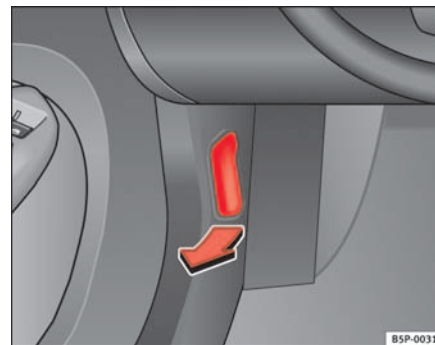

Fig. 158 Detalle de la zona reposapiés del lado del conductor: palanca para el desbloqueo del capó del motor.
- Tire de la palanca que se encuentra bajo el tablero de instrumentos ⇒ **página 222, fig. 158** en el sentido que indica la flecha. El capó queda desbloqueado por la acción resorte del muelle ⇒ .